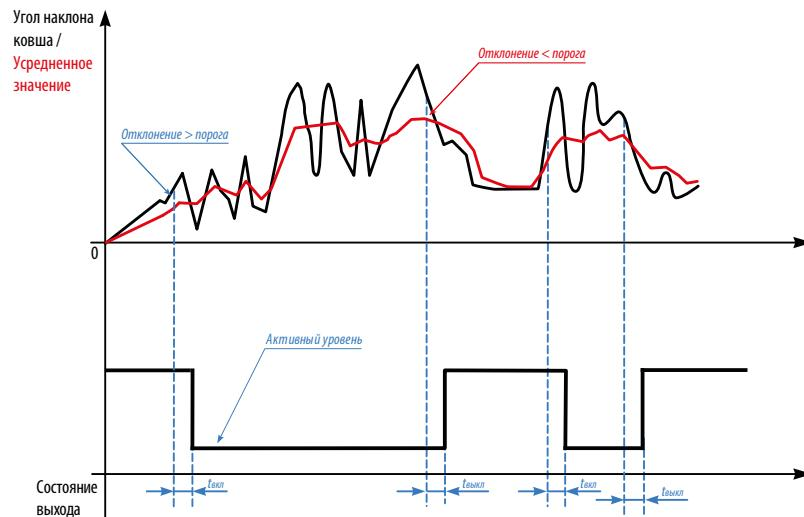

Рис.13. Диаграммы работы выходов в режиме Ковш.
**Ковш.** В данном режиме выход в активном состоянии, пока значение угла наклона является переменным. Если в течение заданной задержки –  $T_{выкл}$  текущее значение угла не меняется, то выход переключается в неактивное состояние (Рис.13). Переключение выхода из неактивного состояния в активное произойдет в том случае, если в течение времени задержки –  $T_{вкл}$  происходит постоянное изменение угла наклона – показания меняются чаще, чем заданная задержка.